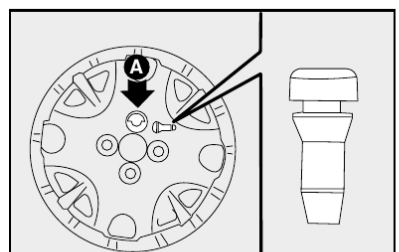

fig. 11
8) colocar a calota cuidando para que o símbolo □□□, na parte interna, fique em correspondência com a válvula, e dessa maneira o furo maior da calota A-fig. 11 passe pelo parafuso já fixado;